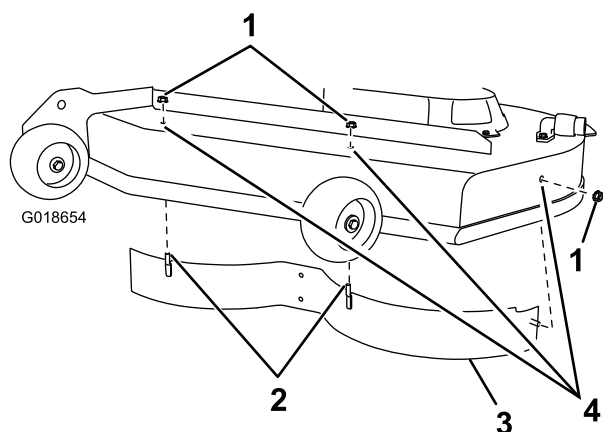

Figure 2
9. Retirez les boulons obturateurs et les écrous aux emplacements indiqués à la Figure 2.
10. Montez le déflecteur gauche sur le tablier de coupe en utilisant 3 contre-écrous (5/16 pouce) pour fixer les ergots soudés du déflecteur au sommet du tablier aux positions montrées à la Figure 2.